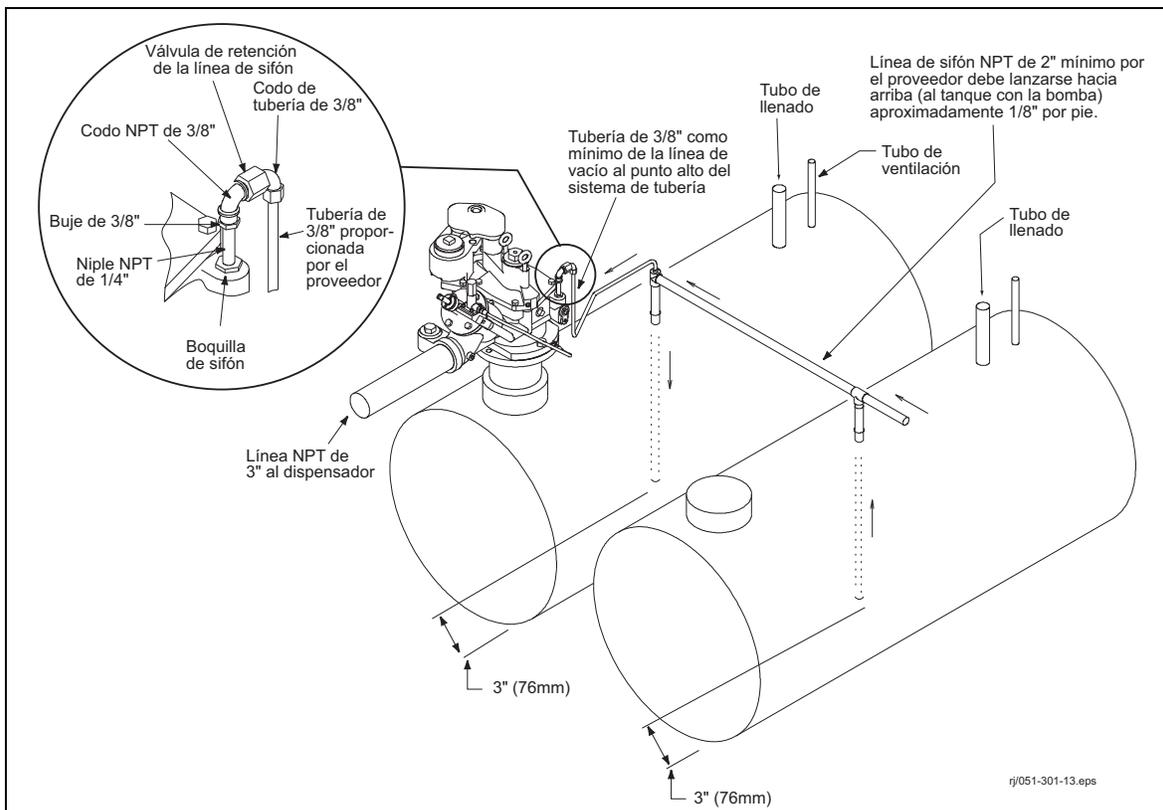

Figura 8. Instalación de las líneas de sifón y vacío
1. Si se necesita un sistema de sifón, cada bomba debe tener una línea de vacío de 3/8 de pulgada conectada a la misma ubicación en la línea de sifón (consulte la Figura 8).